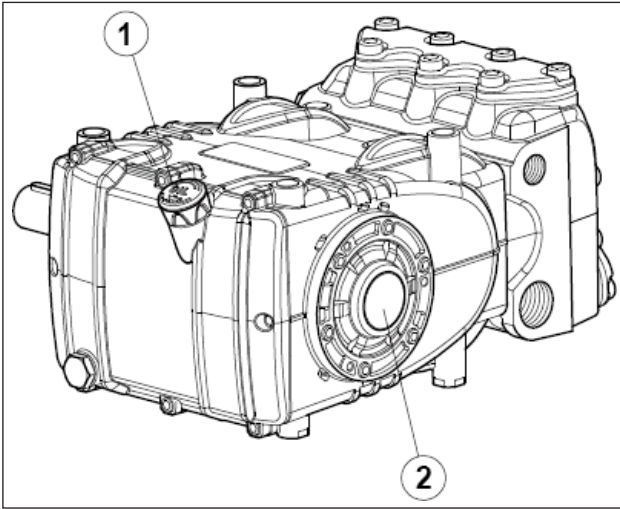

图14
5. 利用专用检测杆(图14,位置①)检测的泵浦护门的油料必须足够，通过液面检视孔(图14,位置②)进行检查除外。